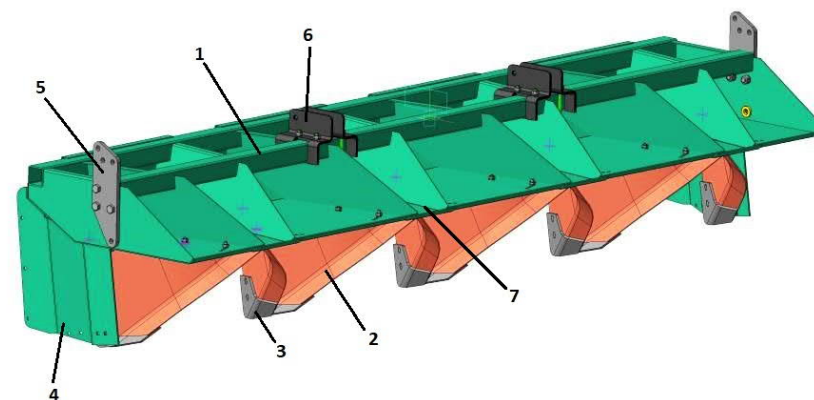

Рисунок 5 – Гребнеобразователь в сборе
- ширина гребня регулируется путем перемещения формирователей гребня 2 (рис. 5) по сектору;
- для формирования гребней на послеваходовом поле необходимо снять вставки 7 (рис. 5) с гребнеобразователя.
3.9 Гребнеобразователь (рис. 5) предназначен для формирования трапецидального профиля гребня. Гребнеобразователь состоит из сварной рамы 1. Для формирования гребня внизу установлены спаренные формообразователи 2 на которых установлена накладка 3, выполненная из твердого сплава. По краям гребнеобразователя установлены щитки 4. Для крепления гребнеобразователя к раме культиватора установлены кронштейны 5 и уши 6.